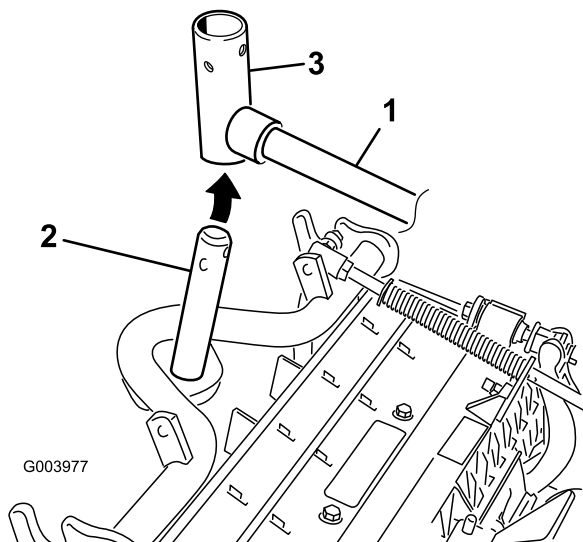

图10
8. 对于前滚刀组，在将承载架轴向上插入提升臂轴轭的同时，把滚刀组滑到提升臂下方（图10）。
- B. 将提升臂枢轴插入承载架轴的上方（图10）。